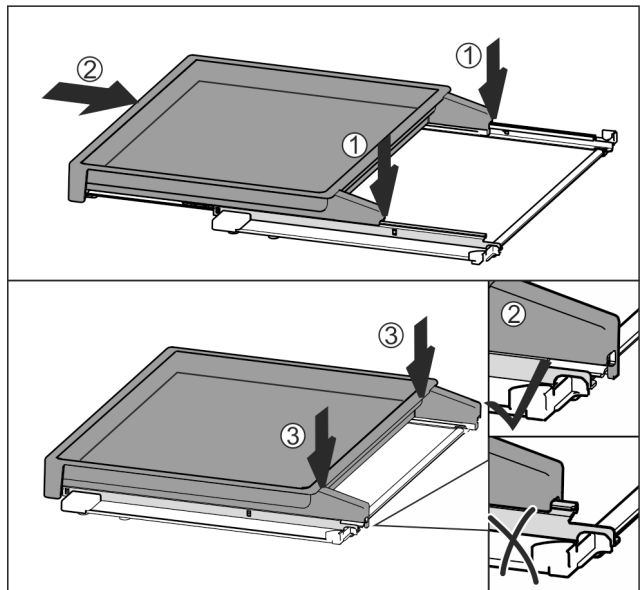

Fig. 44
- ▶ Установить по центру на направляющие Fig. 44 (1).
- ▶ Вставить вытяжную панель полностью Fig. 44 (2).
- ▶ Нажимать на задней стороне до тех пор, пока не будет слышна фиксация Fig. 44 (3).